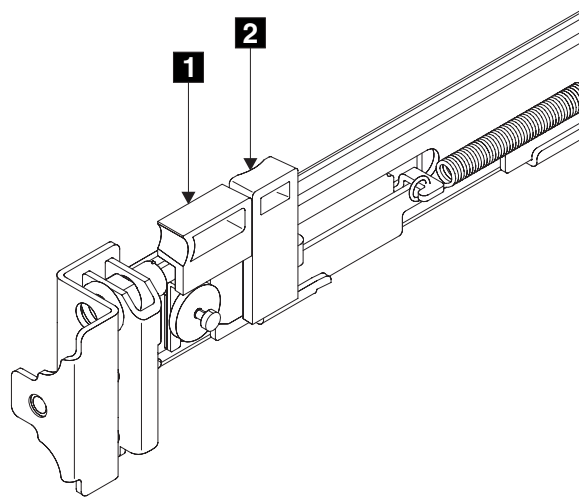

図 74. ラッチ・ロック・キャリアを引っ込める
2. ラッチ・レバー **1** (図 74) の側面に人差し指を置き、親指をラッチ・ロック **2** の正面に置きます。